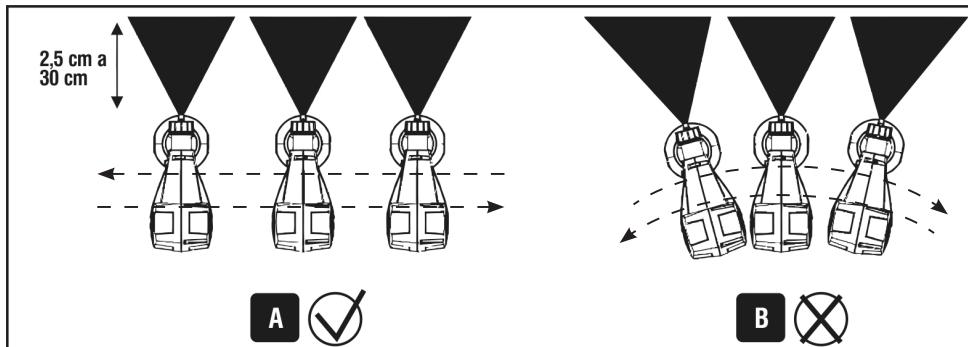

Fig. 6 - Distancia ideal para una buena pintura
- Pulverice la superficie a una distancia de 2,5 cm a 30 cm del objeto a ser pintado de acuerdo a la Fig. 6;